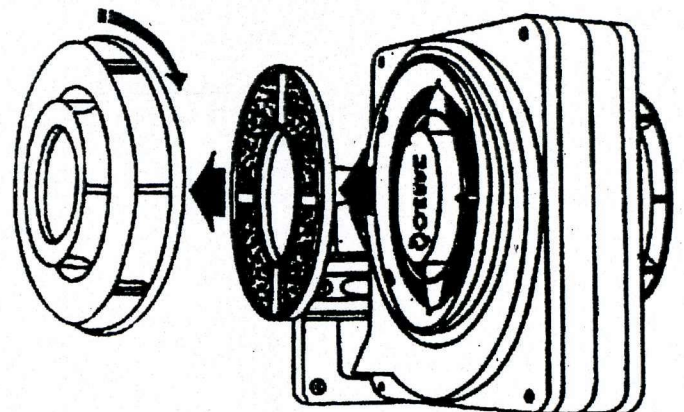

Fig. 5
- 2) Togliere, ruotando in senso antiorario, le due cappette raccogligrassi e i rispettivi filtri in resina sintetica (Fig. 5).
- 2) Take away, turning anti-clockwise, the two grease collectors covers and the respective synthetic resin filters (Fig. 5).
- 2) Durch eine Linksdrehung sind beide Fettdeckel und die entsprechenden Filter aus Kunststoff abzunehmen (Bild. 5).
- 2) par un rotation en sens inverse des aiguilles d'un montre, démonter les deux déflecteurs et les filtres en résine synthétique correspondants (Fig. 5).